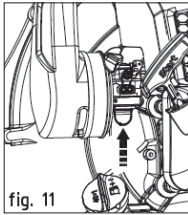

fig. 11
3. Pressione a bomba de injeção (19) 7 a 10 vezes para preparar o carburador (fig. 11).